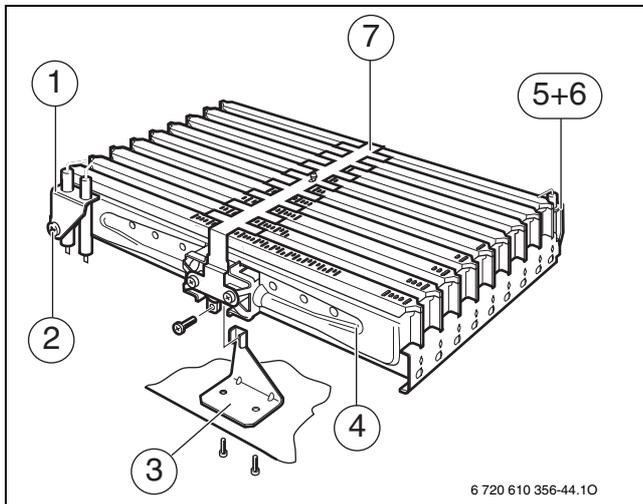

Fig. 47 Blocco bruciatore
- ▶ Scollegare con prudenza il giunto ad innesto sugli elettrodi di accensione (→ fig. 47).
- ▶ Sfilare con cautela la spina dall'elettrodo di controllo fiamma (5).
- ▶ Svitare il supporto bruciatore (3).
- ▶ Svitare il controdado sotto il bruciatore e rimuovere con cautela il gruppo bruciatore (4).